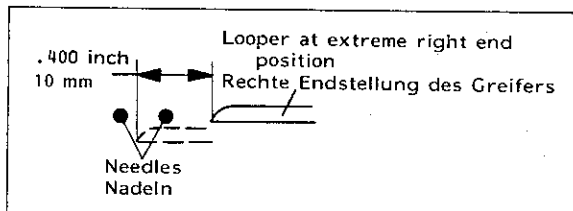

Fig. 66B
5. Rotate the pulley counterclockwise until the looper has moved 10 mm (.400 in.) from right to left (Fig. 66B).
5. Drehen Sie die Handrad-Riemenscheibe im Gegenuhrzeigersinn, bis sich der Greifer 10 mm von rechts nach links bewegt hat (Fig. 66B).